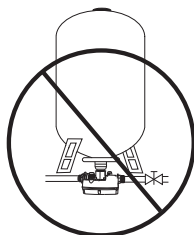

Рис. 6
*При использовании в системе гидроаккумулятора вертикального типа, не допускается установка блока ТУРБИПРЕСС Б2 непосредственно на фланец гидроаккумулятора (см. рис. 6).*